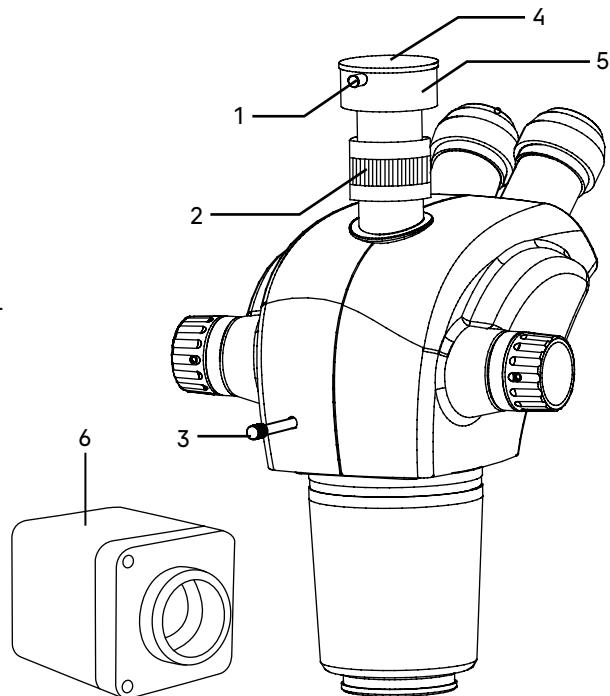

Рис. 4. Установка камеры
- Подвигайте образец и проверьте, переместились ли изображение образца на мониторе или экране дисплея в том же направлении, что и перемещался образец. Если изображение сдвигается в другом направлении, необходимо отрегулировать положение камеры. Ослабьте крепящий винт **1** (рис. 4), разверните камеру, так, чтобы сделать отображаемое направление изображения в линию вдоль с направлением движения предметного столика, затем закрепите винт.